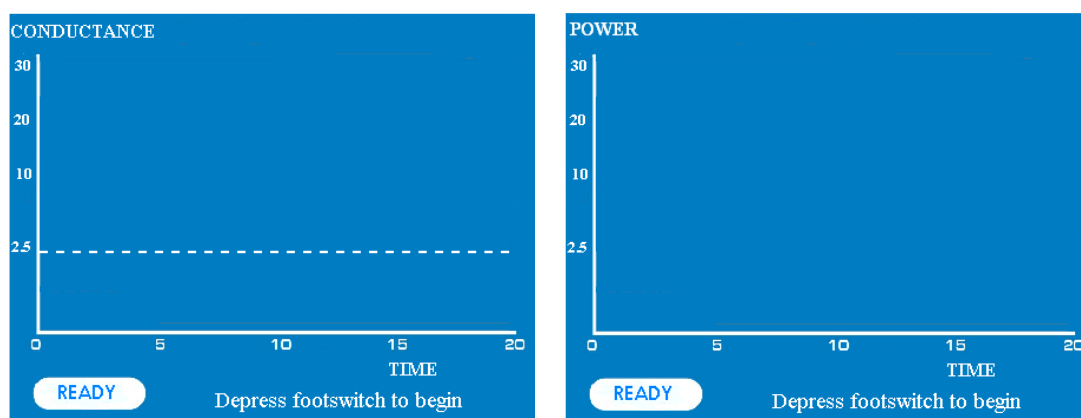

図 9 クランプタイプ電極の場合 (左)、ペンタイプ電極の場合 (右)
11. ASB3 セレクタースイッチを回転させ、希望のハンドピースを選択します。ハンドピース接続口の上にある緑の LED は、起動するために選択されたハンドピースを示します。ジェネレーターは READY モードへ移行します。(図 9 参照)。ディスプレイ画面と 緑色に点灯している READY インジケーターは、本機が READY モードにあることを示します。